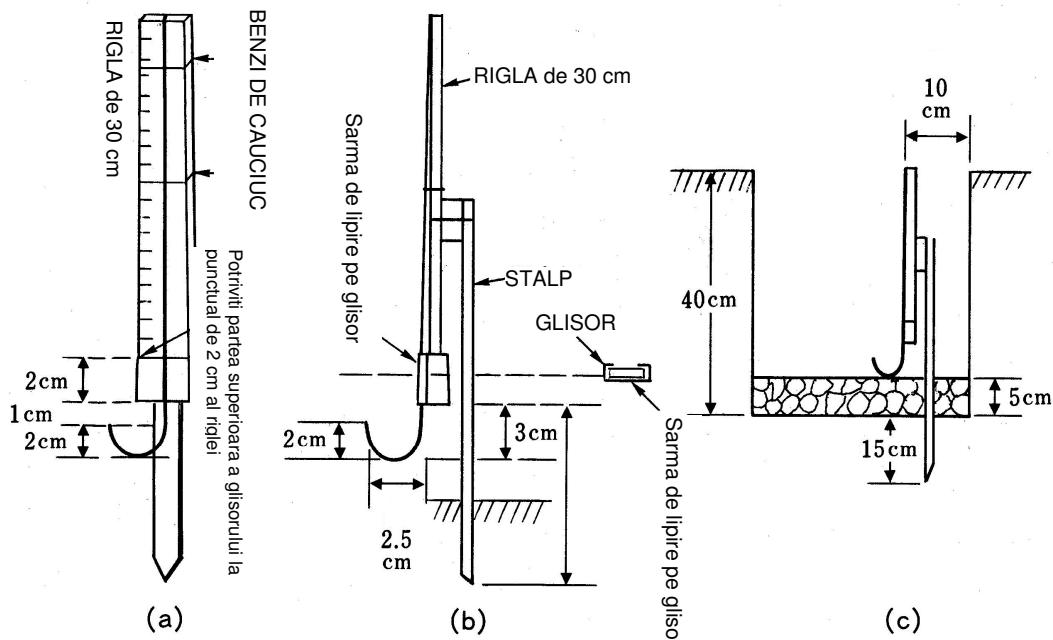

FIGURA 3
2. Instalati aparatul de masurat dupa modelul din figura 3. Aparatul se numeste joja cu carlig.
Joja cu carlig este prezentata in figura 3 si poate fi construita folosind o rigla de 30 cm si o sarma de otel de 2 mm, cu capatul terminal cu o configuratie in carlig. Un colier glisant poate fi confectionat din staniu (cositor) sau folie de metal galvanizat. Se fixeaza sarma pe rigla astfel incat sa permita o miscare in plan vertical a sarbei. Atunci cand carligul atinge fundul, acesta trebuie sa citeasca 2 cm pe indicatorul glisorului (vezi figura 3).